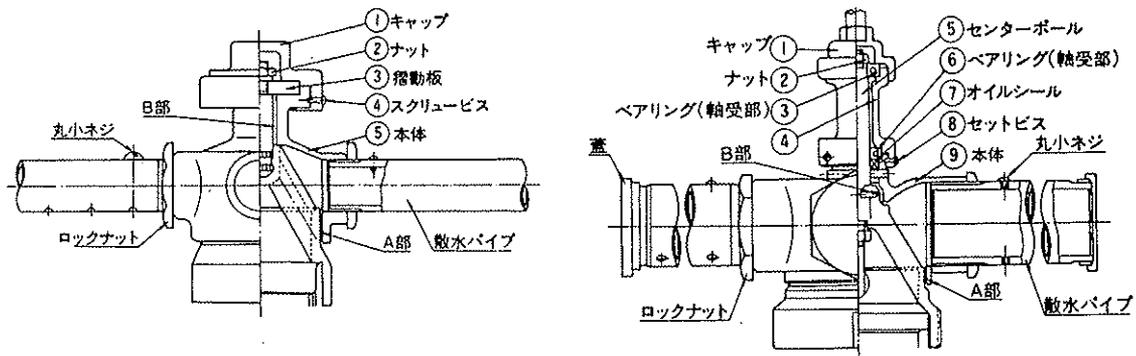

図9-2 スプリンクラーヘッド断面
回転隙間部(図9-2のA部およびB部)に、スケールや藻などの付着があると回転を阻害します。もし散水パイプから普通の状態の水が出ているにもかかわらず回転が、遅くなったり止まったり、またシーズンの初めに前年と同じように水が出ているにもかかわらず、回転しない場合は分解して点検・清掃してください。
- a. 小型樹脂製スプリンクラーヘッドの分解は図9-2左を参照して次のように行ってください。
- i) スクリュービス④を外し、ねじ込みのキャップ①を外してください。
- ii) ナット②を外し、③摺動板と⑤本体を上方に抜き取ってください。
- b. 大型アルミ製スプリンクラーヘッドの分解・組立は図9-2右を参照して、次のように行ってください。
- i) キャップ①を外してください。
- ii) ナット②を外してください。
- iii) 回転部分をそっくり上方に引き抜いてください。ベアリング③を交換してください。
- v) セットビス⑧を外し、本体⑨から④を外し、ベアリング⑥とオイルシール⑦を交換してください。
- vii) センターボール⑤にオイルシールを通すとき、オイルシールのリップを傷つけないように注意してください。